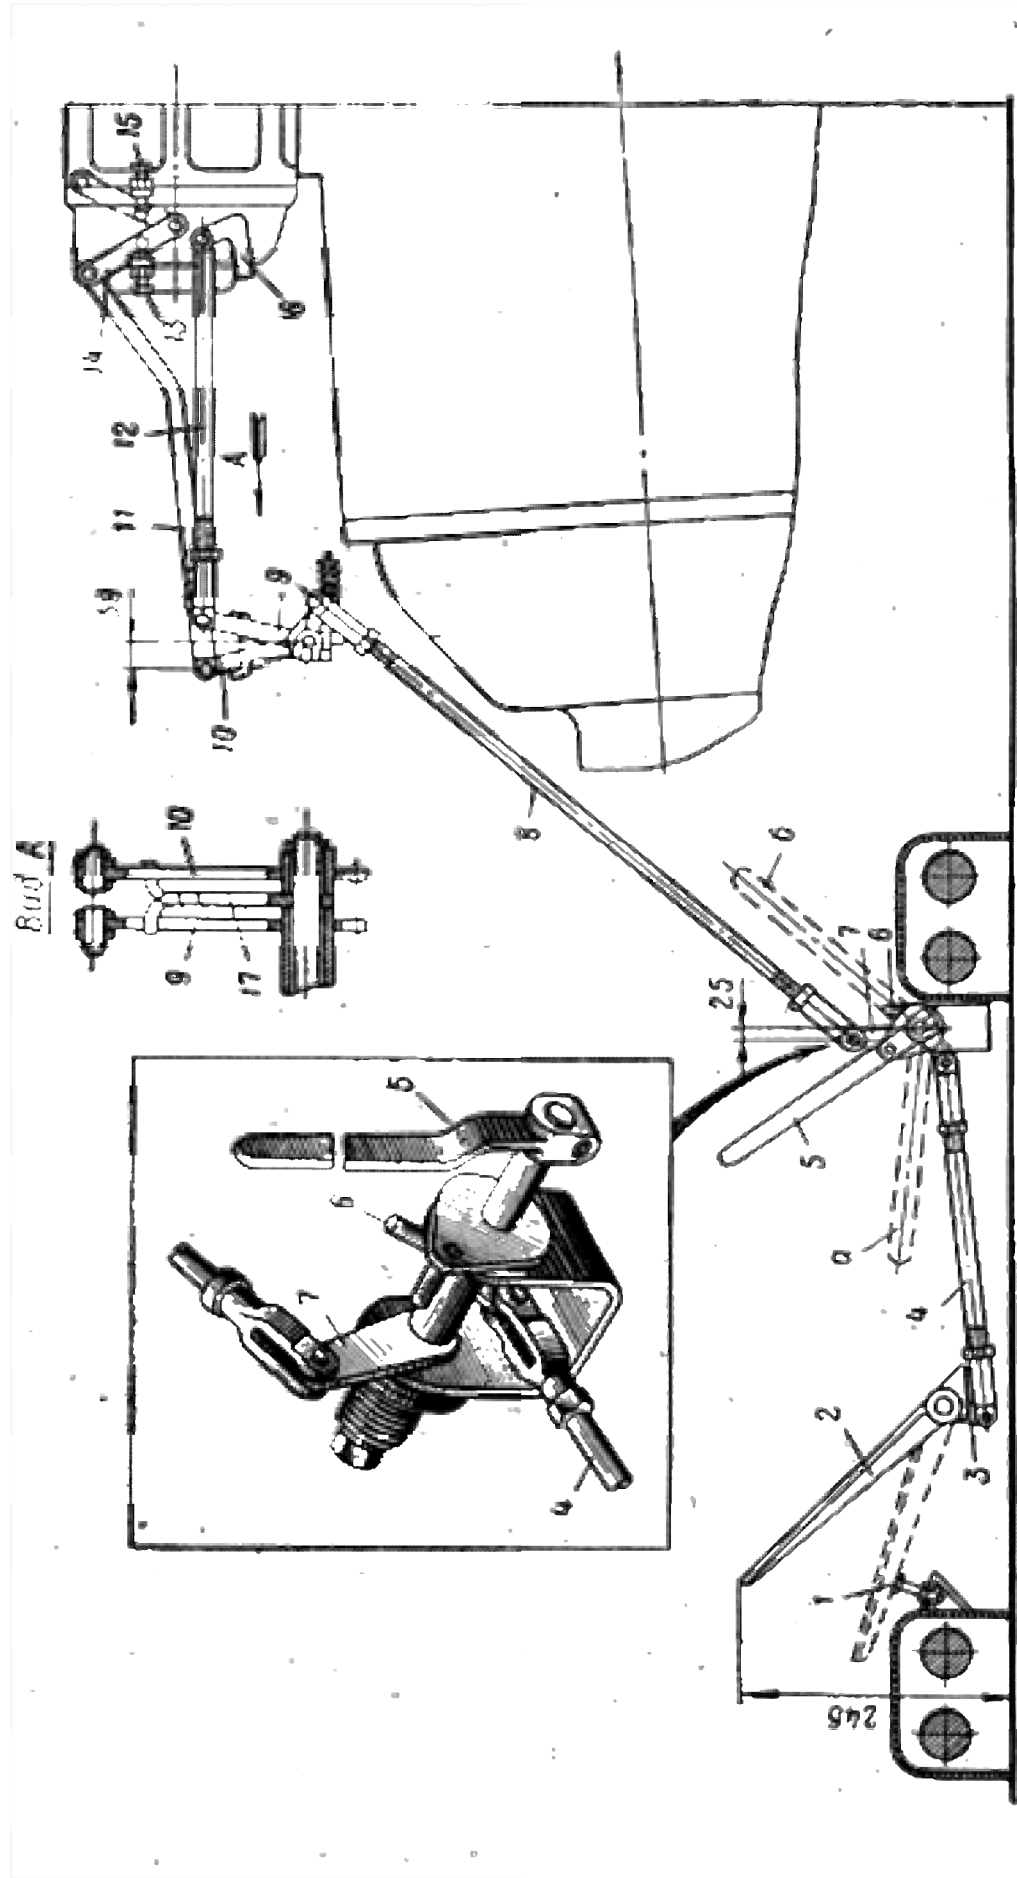

Рис. 22. Схема регулировки привода управления двигателям транспортера-тягача МТ-ЛБ:
Примечание. На рис. 22 рычаги 9 и 10 условно смещены относительно друг друга.
2. Нажать на педаль 2 (рис. 22) подачи топлива до упора в опорный болт 1 (максимальная подача топлива). При этом зазор между штифтом рычага 14 и болтом 15 ограничения оборотов должен быть 0—1,2 мм.